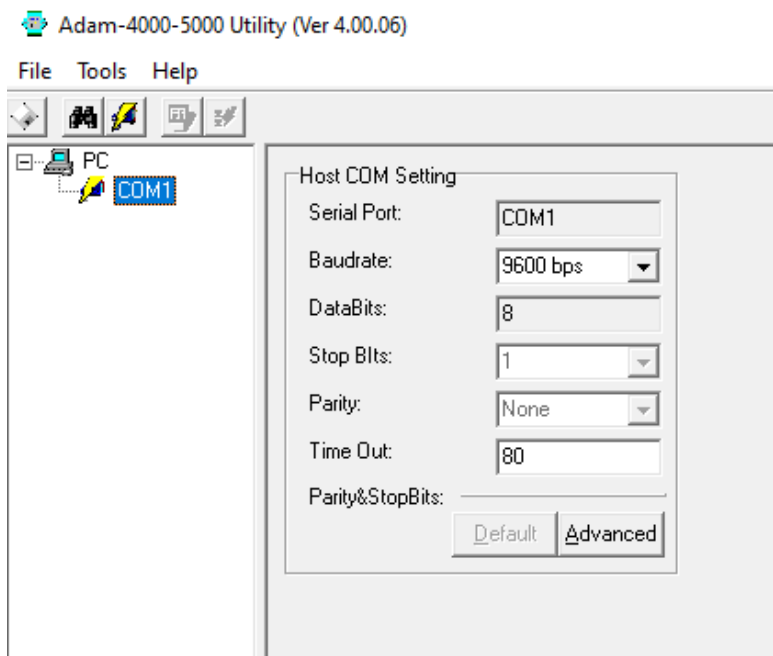

Рис. 1.11. Вікно програми ADAM 4000-5000 Utility
1.3.2. Запустити тестову програму ADAM 4000-5000 Utility. Вигляд вікна програми наведений на рис. 1.11.